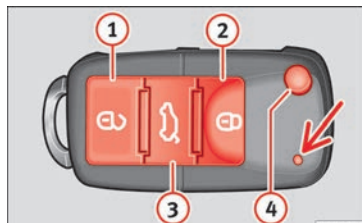

Abb. 84 Tasten im Funkschlüssel.
Mit der Funkschlüsseltaste **4** »» Abb. 84 wird der Schlüsselbart entriegelt.
Fahrzeug entriegeln **1** »» Abb. 84 **1**.
Fahrzeug verriegeln **2** »» Abb. 84 **2**.
Heckklappe entriegeln. Die Taste **3** »» Abb. 84 **3** betätigen, bis alle Blinkleuchten am Fahrzeug kurz aufleuchten. Nach Drücken der Entriegelungstaste **3** können Sie die Heckklappe innerhalb von 2 Minuten öffnen. Nach Ablauf dieser Zeit wird die Heckklappe wieder verriegelt.
Zudem blinkt die Batterie-Kontrollleuchte des Schlüssels »» Abb. 84 (Pfeil) auf.
- Drücken Sie die Taste  **2** » » **Abb. 84** auf der Funk-Fernbedienung.
- Drücken Sie die Taste  **1** » » **Abb. 84** auf der Funk-Fernbedienung.